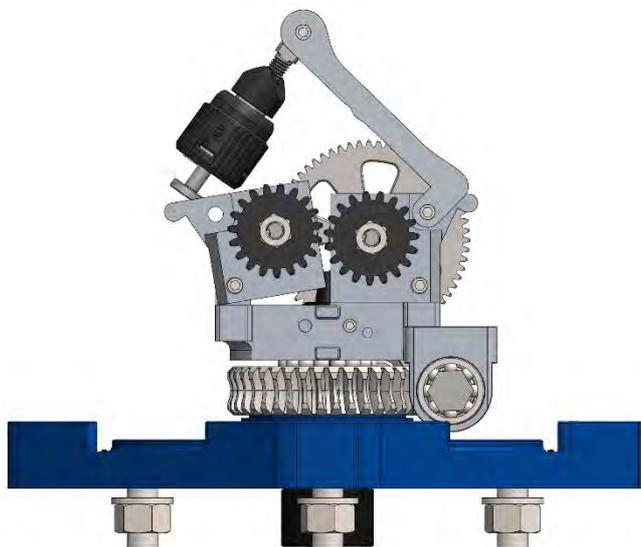

Figura 17
3. Alzare la leva di chiusura in modo tale da aprire le rotelle del Twister e appoggiare la manopola nell'apposita sede. Figura 17;